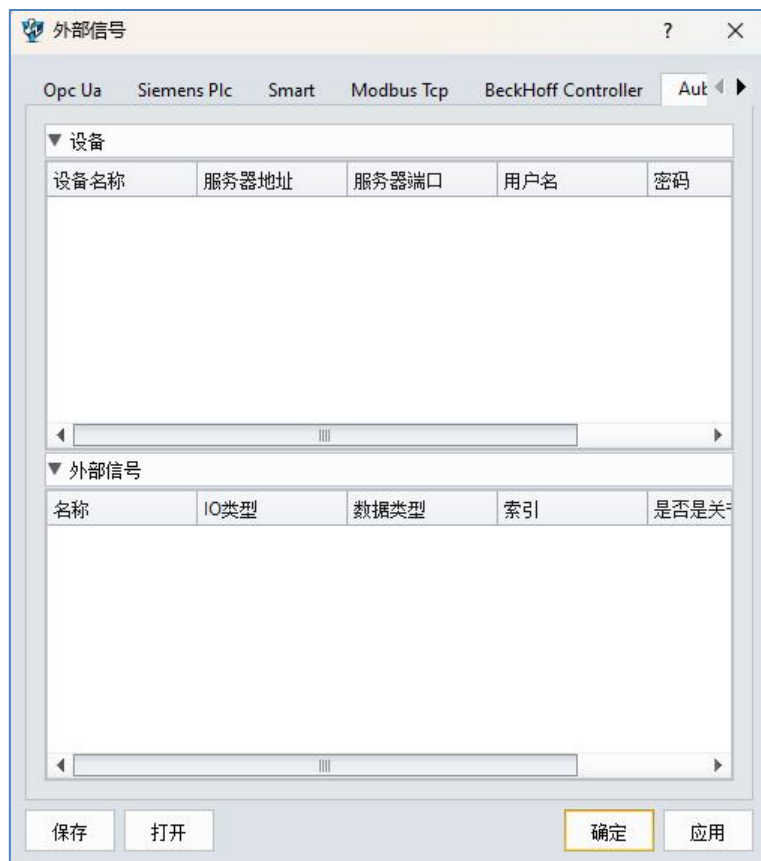

图 3-48:通信模块
- 通过添加设备、访问设备服务器，并通过服务器的外部信号控制内部信号，逐步实现通信功能（图 3-48）。